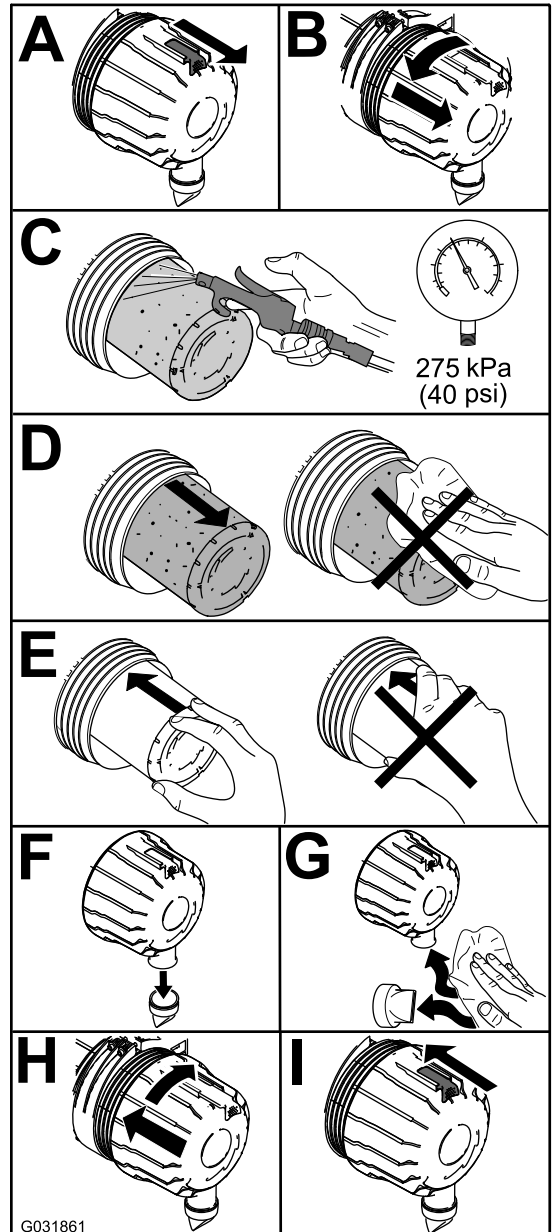

Figure 39
1. Remplacez le filtre à air (Figure 39).